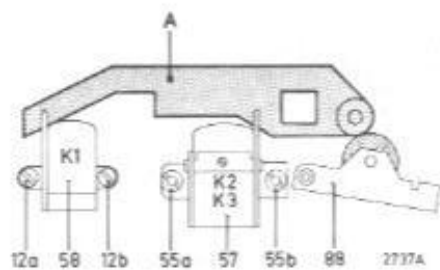

Fig. 6
I. INSTELLING VAN DE OPNEEM/WEERGEEFKOP 57 EN WISKOP 58 (Fig. 6)
De toonas is in de produktie zeer nauwkeurig loodrecht ingesteld en het wordt daarom sterk afgeraden de toonas te verstellen. Bij vervanging van één van de koppen kan men er van uitgaan dat de niet te vervangen kop op de juiste hoogte ingesteld staat. De hoogte van de andere kop kan dan worden ingesteld met de instelmal A, zie fig. 6, codenummer mal A: 4822 402 60245.
B. Instelling van azimuth (Fig. 6)
C. Instelling van de wiskop 58 (Fig. 6)